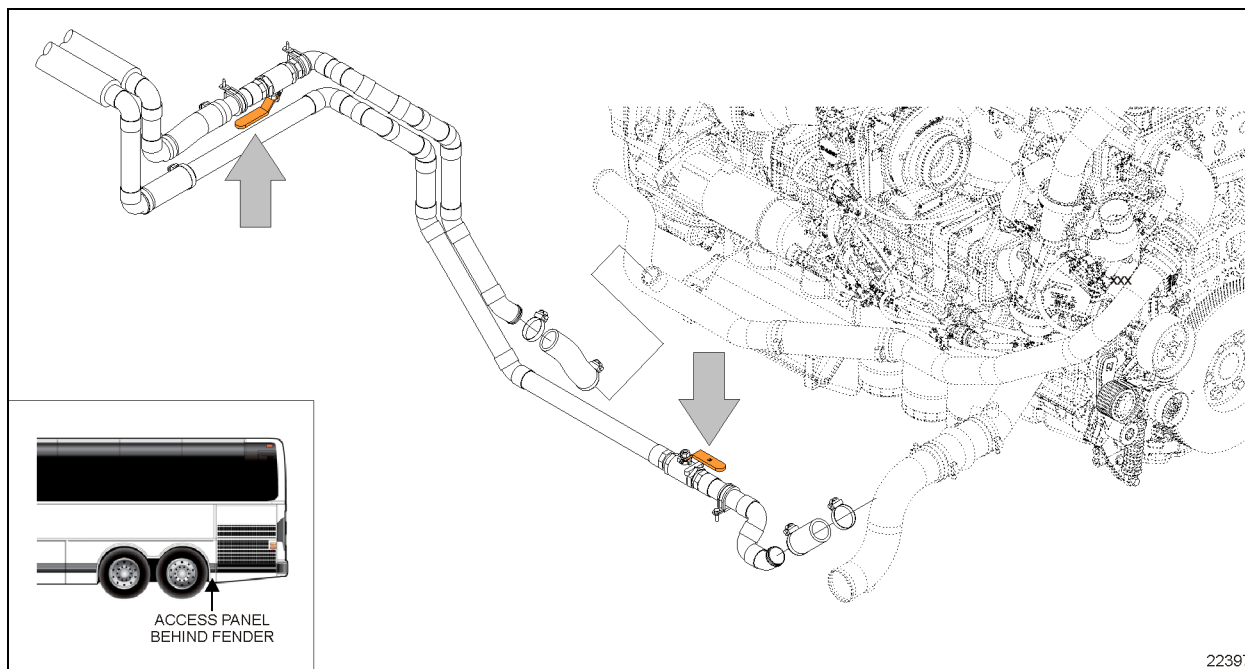
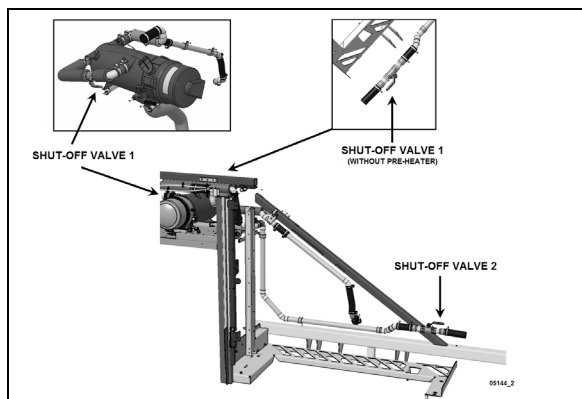

FIGURA 77 VÁLVULAS DE CIERRE DE LA LÍNEA DEL CALENTADOR SERIE X (SE MUESTRA DISPOSICIÓN DE TUBERÍA DE TRANSMISIÓN ALLISON)
FIGURA 78: VÁLVULAS DE CIERRE DE LA LÍNEA DEL CALENTADOR SERIE H3 05144
3. Cierre las válvulas de cierre de las líneas de agua caliente ubicadas junto al motor en el lado de la calle (consulte Figura 77 o Figura 78).
2. Cierre ambas válvulas de cierre de la línea del calentador (Figura 77 o Figura 78). Una está ubicada en el compartimiento del motor, en el lado inferior del camino, cerca del radiador, mientras que la otra está ubicada detrás de la defensa trasera con bisagras izquierda, cerca del precalentador.